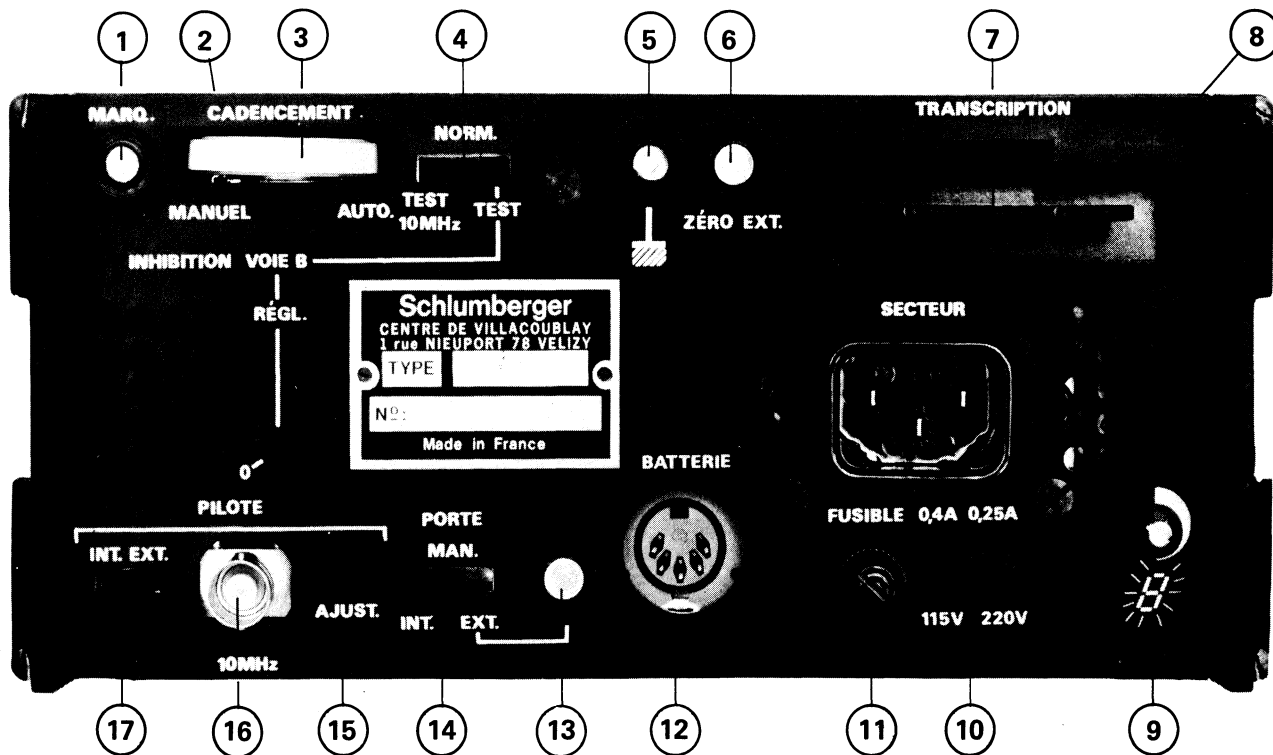

Fig. 1 - Panneau arrière - fonctions générales
La porte de comptage est ouverte en permanence, lorsque le commutateur PORTE est placé en position MAN (fig. 1 rep. 14).
La porte de comptage est ouverte pendant le temps de mise à la masse de l'entrée PORTE EXT. (fig. 1 rep. 13) le commutateur PORTE (fig. 1 rep. 14) étant placé sur EXT.
1. INH indique que lors du fonctionnement en intervalle de temps, la voie B est inhibée pendant un temps déterminé à partir du panneau arrière (fig. 1 rep. 2 et 4 option FB 2602/2).
Se reporter page 31 Fig. 1